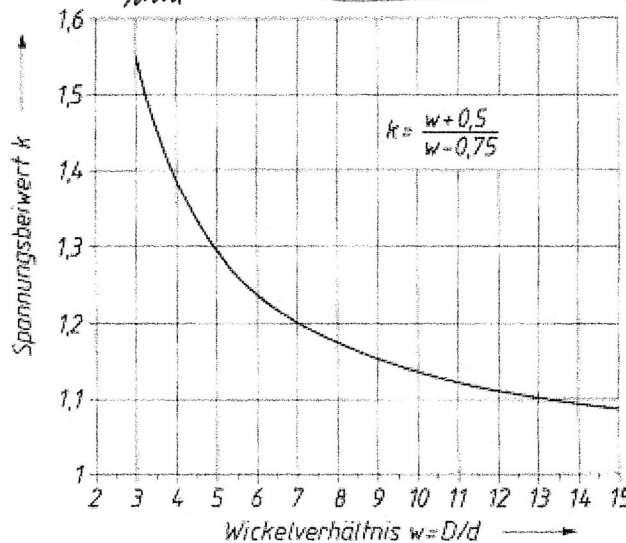

Abbildung 3.2: k-Faktor für dynamisch beanspruchte Schraubendruckfedern
c) Korrigierte Nennspannungen (3 Punkte) Berechnen Sie unter Berücksichtigung des k-Faktors die korrigierte Unterspannung und die korrigierte Hubspannung, die durch den Hub in der Feder wirkt. Nutzen Sie dafür das gegebene Diagramm aus Abbildung 3.2.